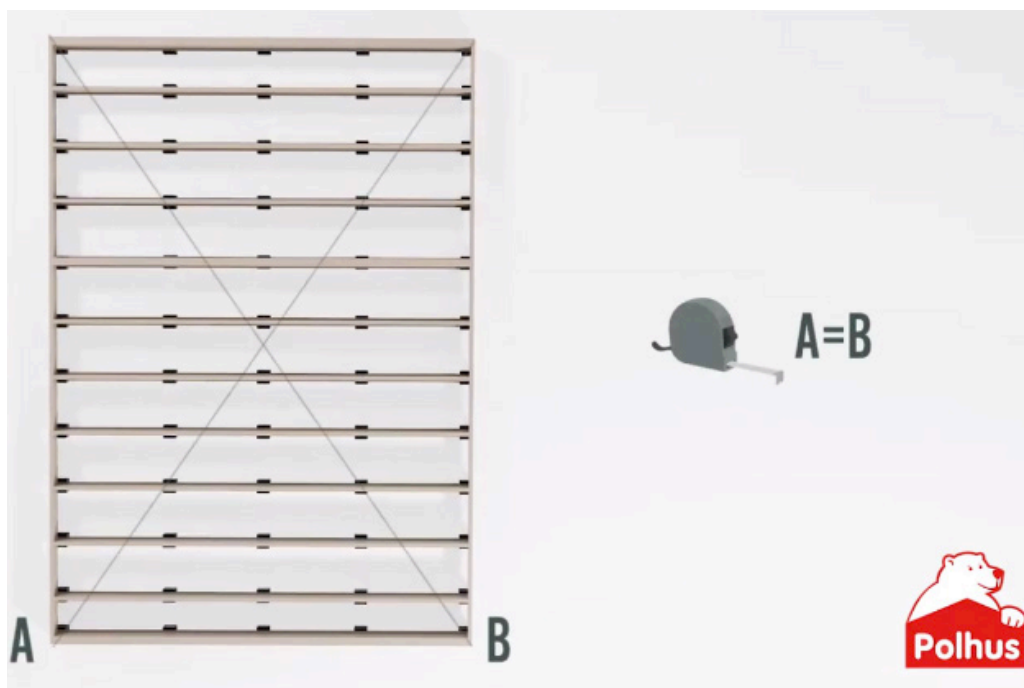

Bild. 1 Mät diagonalen
- Kontrollera att dörröppningarna är vinkelräta genom att mäta diagonalen (se bild 1) innan ni sätter igång att montera skjutdörrarna. Kontrollera även att de olika sidorna är i våg/lod med hjälp av ett vattenpass.